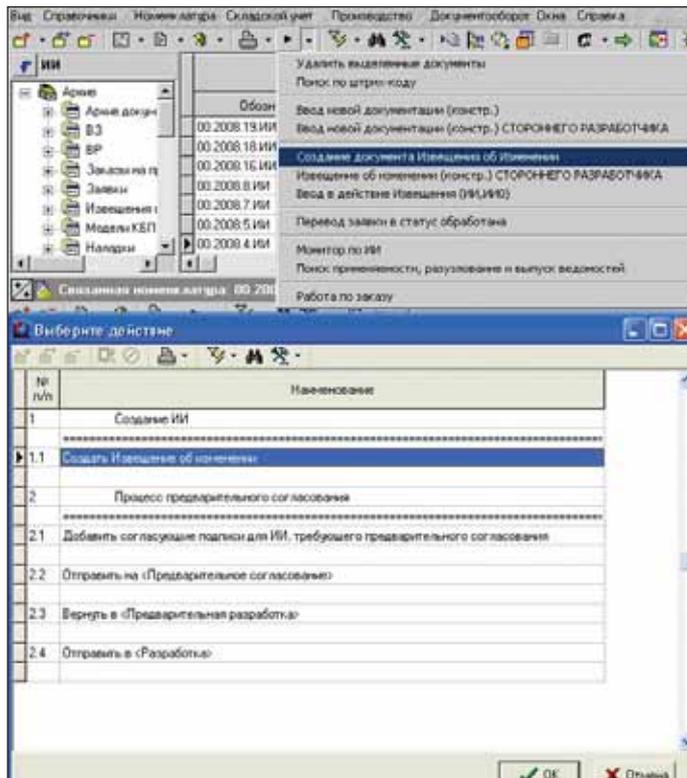

Рис. 7. Изменение расцеховки – шаг 1
- Шаг 1.** Пользователь – Разработчик в рабочей группе ТБ ОГТ (подразделение, отвечающее за технологический состав и разработку маршрутов) – должен провести изменение расцеховки. Он просто выбирает соответствующее действие (рис. 7).